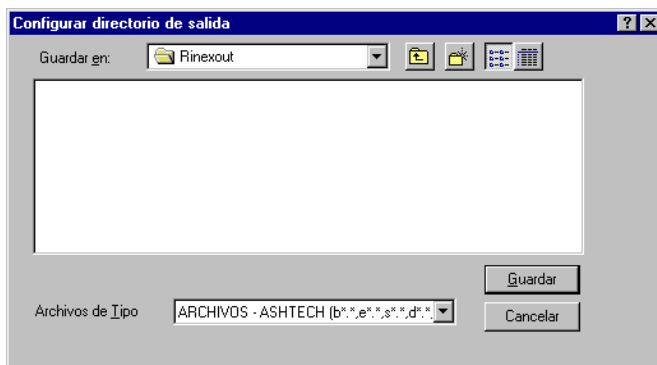

Figura B.9. Cuadro de Diálogo Configurar Directorio de Salida
6. Haga click **Dir salida** para abrir el cuadro de diálogo **Configurar directorio de salida**, Figura B.9.